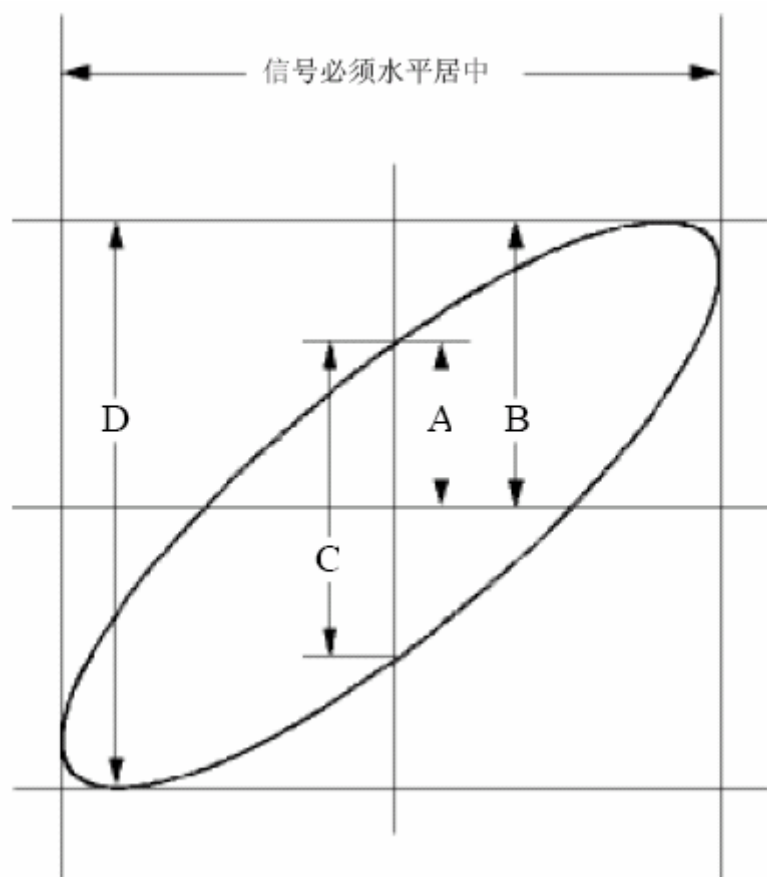

图 6-6: 李沙育 (Lissajous) 图形
9. 应用椭圆示波图图形法观测并计算出相位差。见图 6-6。